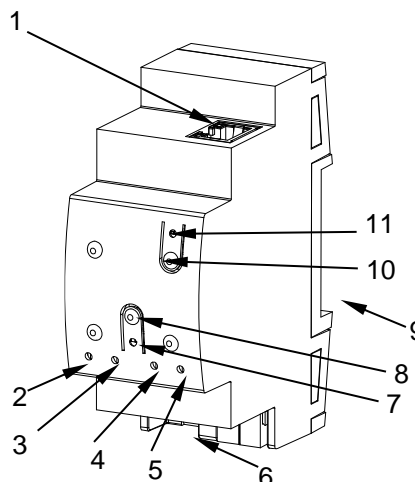

Figura 1 Diagrama de elementos
La Figura 1 muestra un esquema con todos los indicadores led y todas las conexiones necesarias. Este dispositivo no requiere de alimentación externa puesto que se alimenta a través del bus KNX.
Para que el KIPI entre en el **modo de programación**, deberá presionarse el botón de programación (8) mostrado en la Figura 1. Después de una breve pulsación, el led de programación (7) se iluminará en rojo.